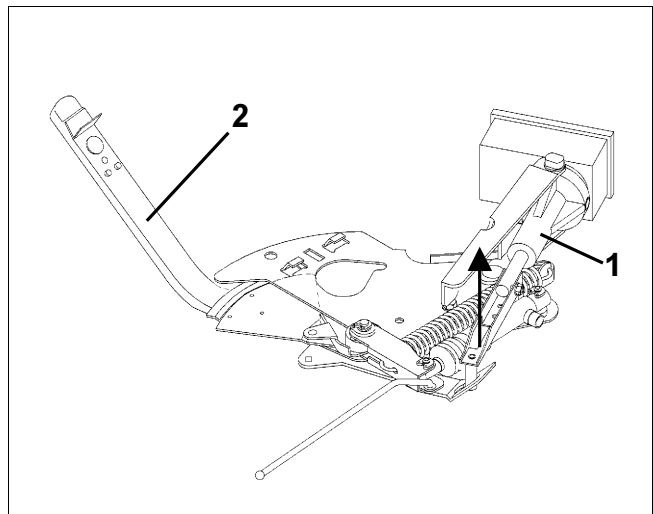

Fig. 104
- Lyft upp spindelmotorn (Fig. 104/1) och kolvstången (Fig. 104/2) ur förbindningsstaget för spjällänkaget.